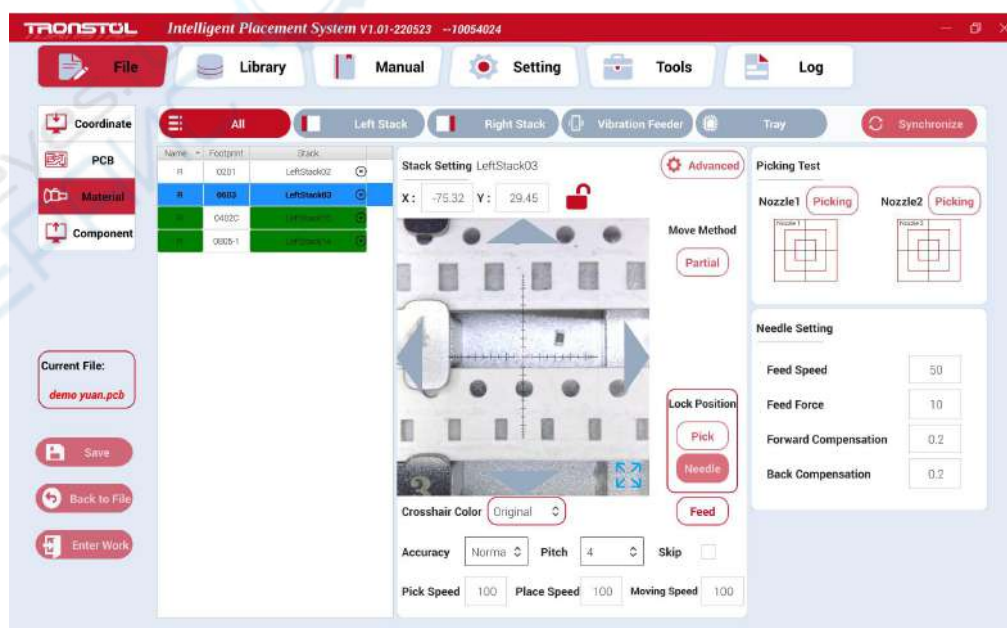
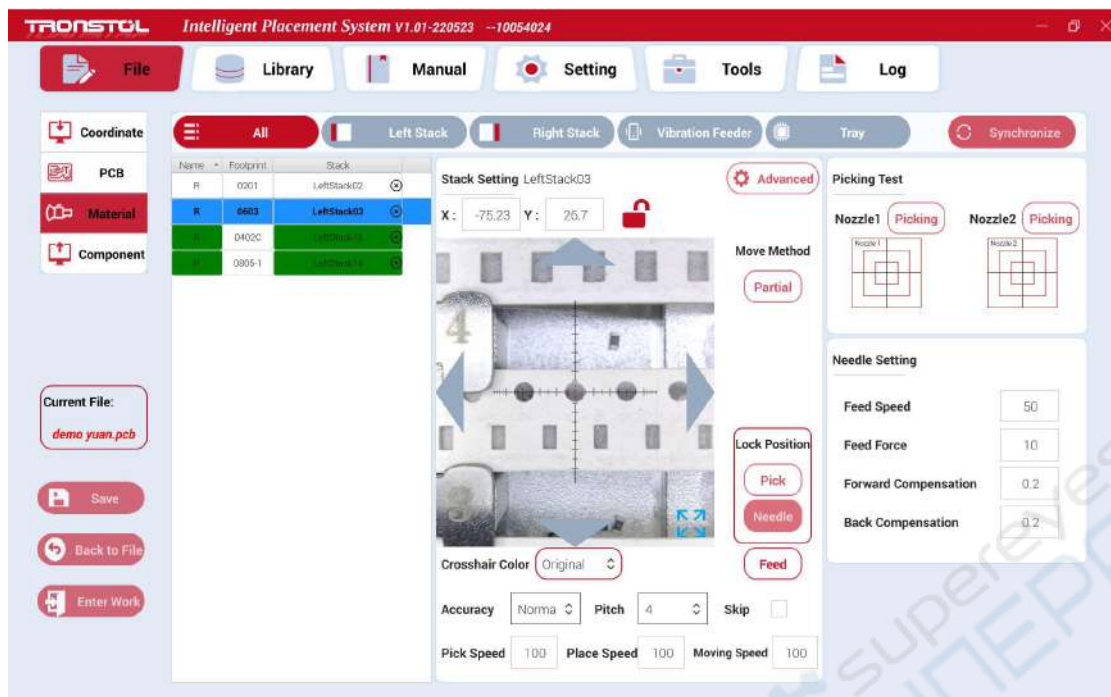

Рисунок 57
Рисунок 58
- После настройки положения захвата, нажмите на «Needle» для настройки положения иглы. Отрегулируйте положение перекрестия таким образом, чтобы оно попадало на центр второй ячейки ленты (рисунок 57 — до регулировки, рисунок 58 — после регулировки). Нажмите «Feed» для тестирования. Подтвердите, что перекрестие совпадает с начальным положением. Если это не так, необходимо повторить настройку.